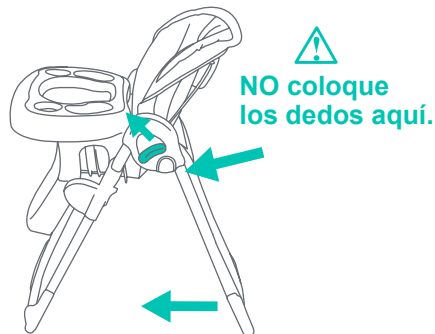

Fig. 19
- 19) • Tire hacia arriba las palancas de liberación (ubicadas a los costados del armazón) y empuje las patas traseras en dirección a las patas delanteras hasta que se plieguen. (Fig. 19) La silla ya está lista para guardarla.
Lea la Advertencia y vea (Fig. 19), y luego siga los pasos anteriores en orden inverso.